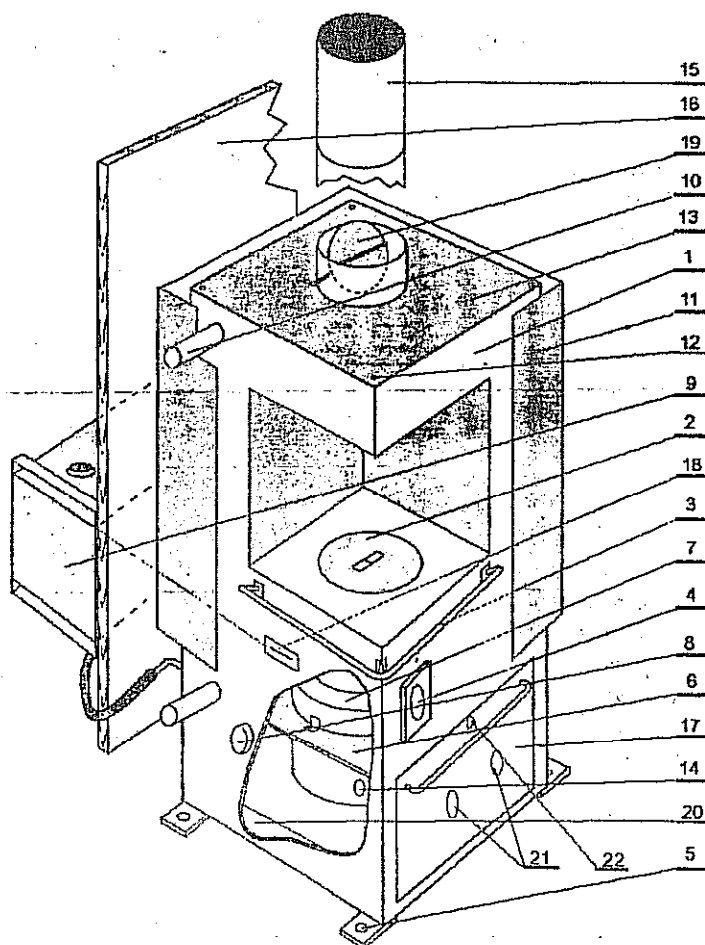

Рис.4
Установка режимов работы горелки осуществляется ручкой регулировки подачи топлива 8, которая перед розжигом должна быть в «0» положении, задвижкой 19 на вытяжной трубе 15 (рис. 4), задвижкой на дверце поддувала 21 (рис.4) на режиме, превышающий оптимальный.
8.2 Полностью или наполовину (впоследствии определяется опытным путем) открыть задвижку трубы (19 рис.4) (дымохода), при этом ручка задвижки должна быть установлена вертикально или между горизонтальным и вертикальным положением), а задвижка (поддувало) 21 (рис.4) на дверце должна быть закрыта.
8.4 Если тяга большая – приоткрыть крышку конфорки (2 рис.4).
8.9 Закрывать дверь технологической части печи (17 рис.4).
8.12 Отрегулировать ручкой управления расхода топлива и задвижкой трубы режим оптимальной работы горелки, наблюдая через смотровое окно (4 рис.4).